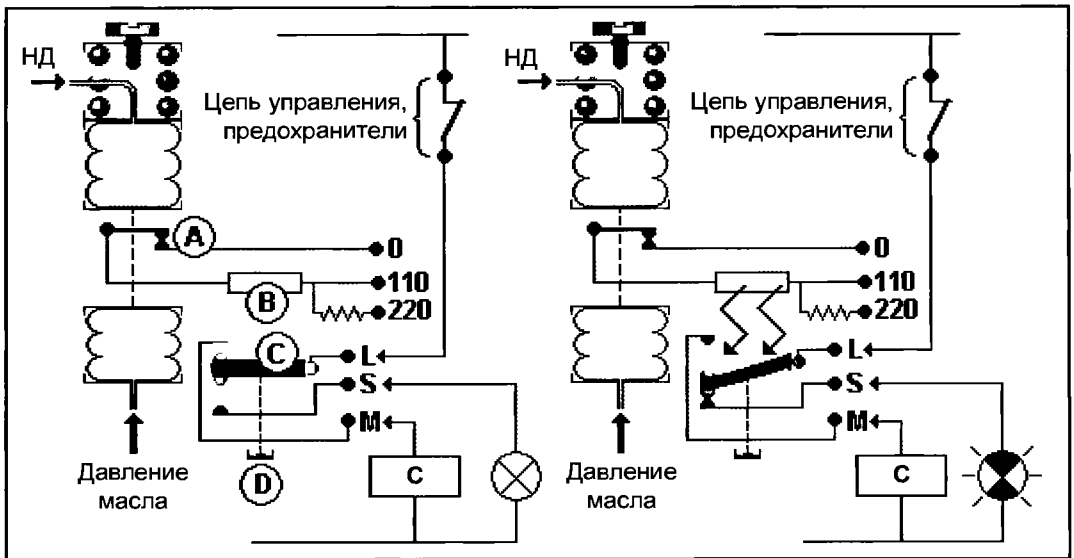

Рис. 101.8.
Пускатель компрессора (катушка С, см. рис. 101.8) последовательно соединен с контактом L-M (нормально замкнутым) реле контроля давления масла. Когда возникает потребность в холоде, то при замкнутых контактах цепи управления, предохранительных устройств (реле ВД, НД, и т.п.) и вспомогательных элементов (датчика расхода, насосов и т.п.) компрессор запускается. С этого момента:
- ▶ **Пока давление масла слишком мало:** контакт А остается замкнутым и подает напряжение на нагреватель В (далее мы увидим как подключен этот нагреватель), который подогревает биметаллическую пластину С. Если давление масла не растет, нагрев биметаллической пластины приводит к ее деформации и размыканию контакта L-M. Это мгновенно останавливает компрессор и обеспечивает замыкание контакта L-S (загорается лампочка аварийной остановки компрессора из-за низкого давления масла, см. схему справа на рис. 101.8).